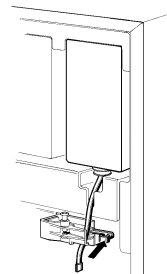

Bild 3
- 3 - Hebelstellung nach hinten und Einlegen des Ausgabeschlauchs in die dafür vorgesehene seitliche Führung (Bild 3).